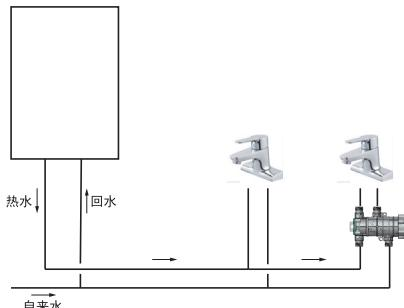
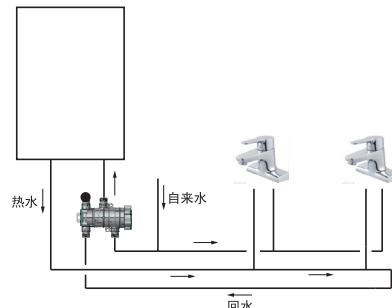

图1
图2
- 循环热水管路：无回水管按上图1安装，有回水管按上图2安装
使用零冷水功能时，必须将循环管路中的气泡排除干净。建议方法如下：若无回水管，打开循环管路中连接的水龙头（冷端/热端）反复放水排气；若有回水管，按照图2连接完毕后，Navien circle 阀剩余的一个接口接排气阀，进行手动排气。